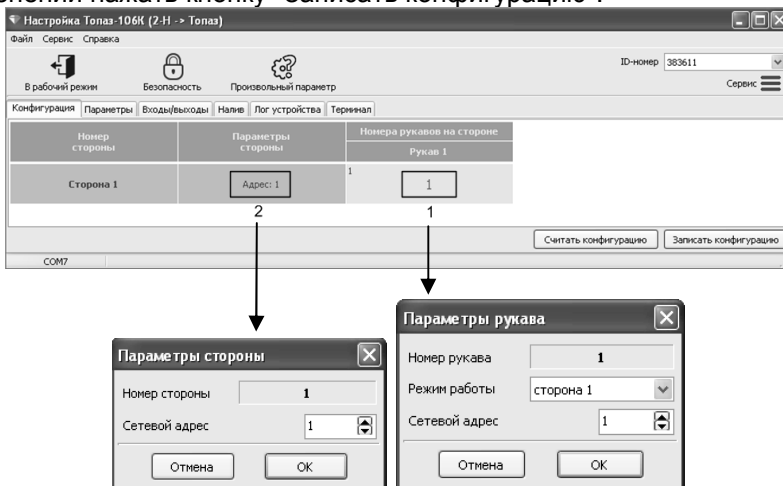

Рисунок 4
7.3 На первой вкладке программы считать конфигурацию устройства, нажав соответствующую кнопку (рисунок 4).